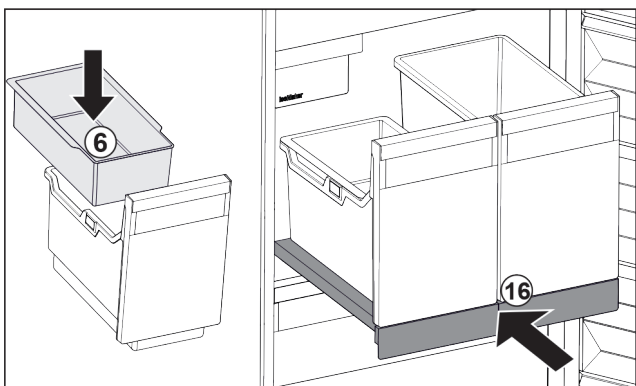

Fig. 91
- ▶ Sätt in det hängande facket Fig. 91 (6) för istärningar.
- ▶ Skjut in utdragshyllan med behållare (IceTower). Fig. 91 (16)